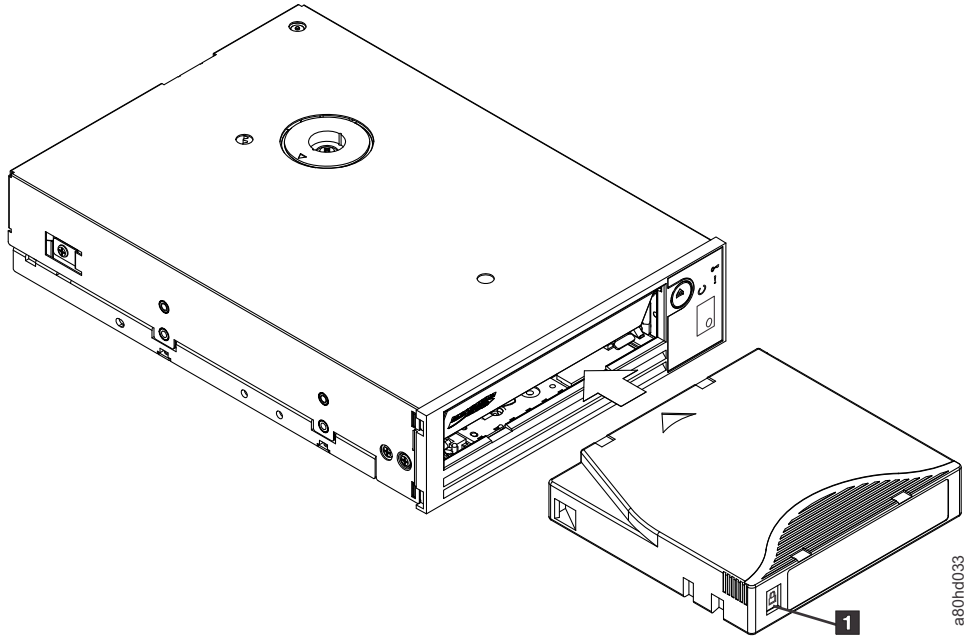

图 3-5. 装入盒带
4. 将盒带滑入磁带装填仓（请参阅第 3-4 页的图 3-5）。磁带机自动装入盒带。